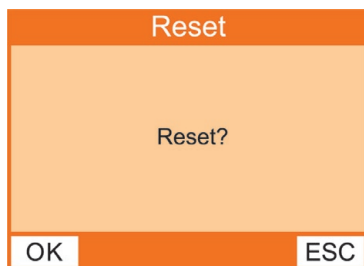

Abb. 14: **Reset** – Startansicht
3. Drücken Sie die Menütaste. Die Startansicht **Reset** erscheint (Abb. 14).